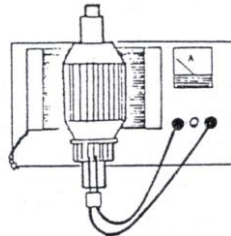

Imagen 2
B) VERIFICACIÓN DE CORTO CIRCUITO DE CORRIENTE INDUCIDA ENTRE SEGMENTOS DEL CONMUTADOR DE UNA ARMADURA DE CORRIENTE CONTINUA (Imagen 2)